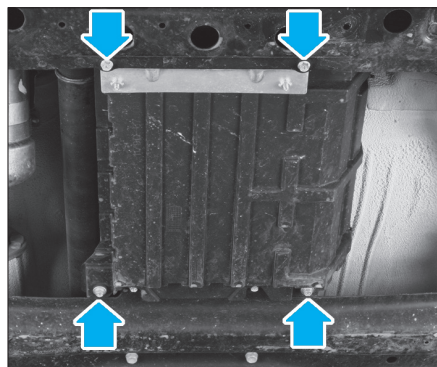

FIG. 5
- Déposer la protection sous la boîte de vitesses (Fig.5).